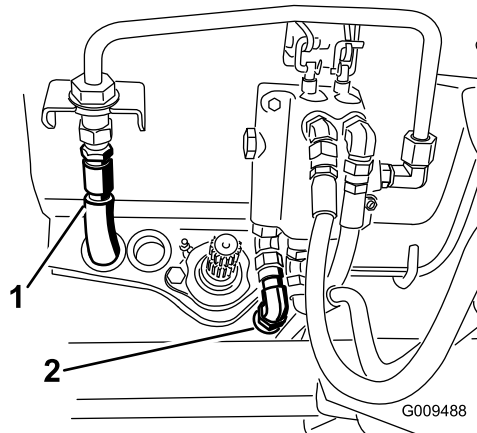

Figura 51
11. Conecte la manguera de presión hidráulica al tubo rígido de la válvula, y conecte la manguera del depósito a la válvula (Figura 51). Guarde los tapones de las mangueras para la reconversión de verano.